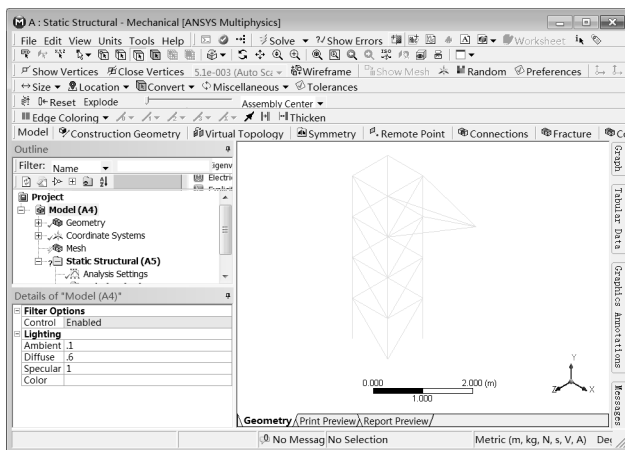

图 5-68 Mechanical 界面
Step1：双击主界面项目管理区项目 A 中的 A4 栏 Model 选项，进入如图 5-68 所示 Mechanical 界面。在该界面下即可进行网格的划分、分析设置、结果观察等操作。